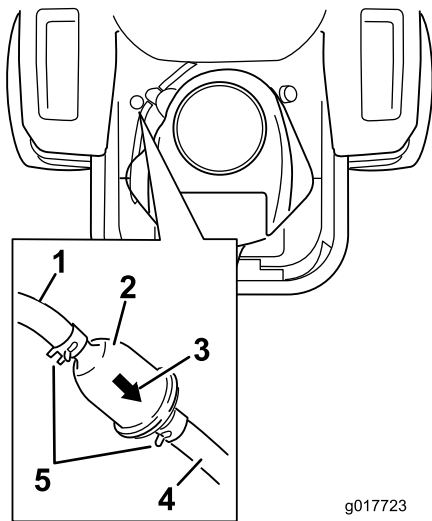

Figure 39
4. Soulevez le siège et localisez les filtres à carburant, comme illustré à la Figure 39.
7. Posez un filtre neuf en veillant à orienter la flèche indiquant le sens d'écoulement vers le moteur. Rapprochez les colliers de flexibles du filtre (Figure 39) pour le fixer en place.